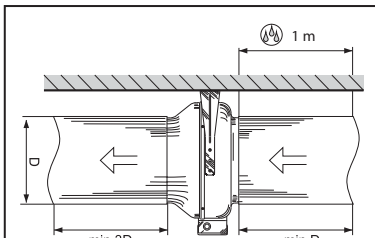

Рис. 6
2. В любом положении: с обеих сторон вентилятора подключите воздуховод минимальной длиной, согласно рис.6.